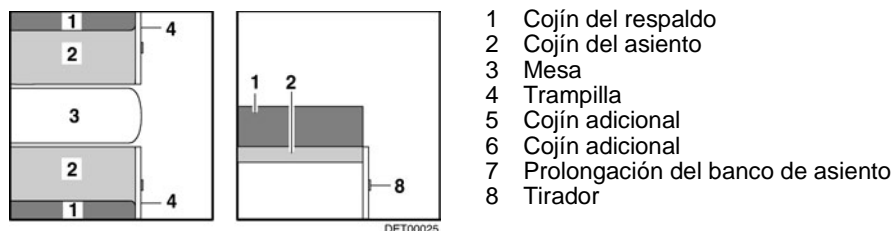

Fig. 86 Antes de ampliar
- Ampliar la mesa (Fig. 86,3) (véase apartado 7.7).
- Tirar del asidero (Fig. 86,8) y abrir la trampilla (Fig. 86,4).